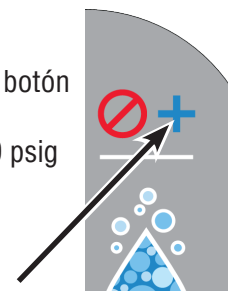

Figura 7
3. Dispense agua de las líneas de AGUA CARBONATADA presionando y manteniendo presionado el botón de "+" (Figura 7), hasta que la apariencia nublada se disipe y el agua fluya clara.